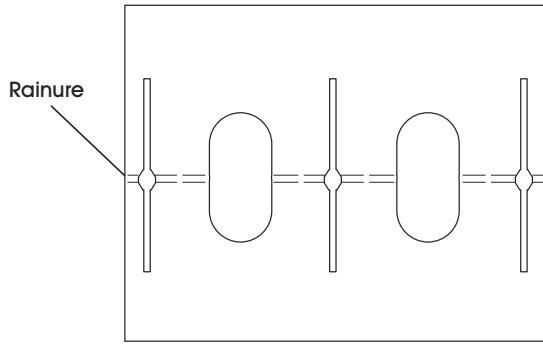

Figure 14
1. Pliez le séparateur court le long de la rainure. (Voir Figure 14 et 15)